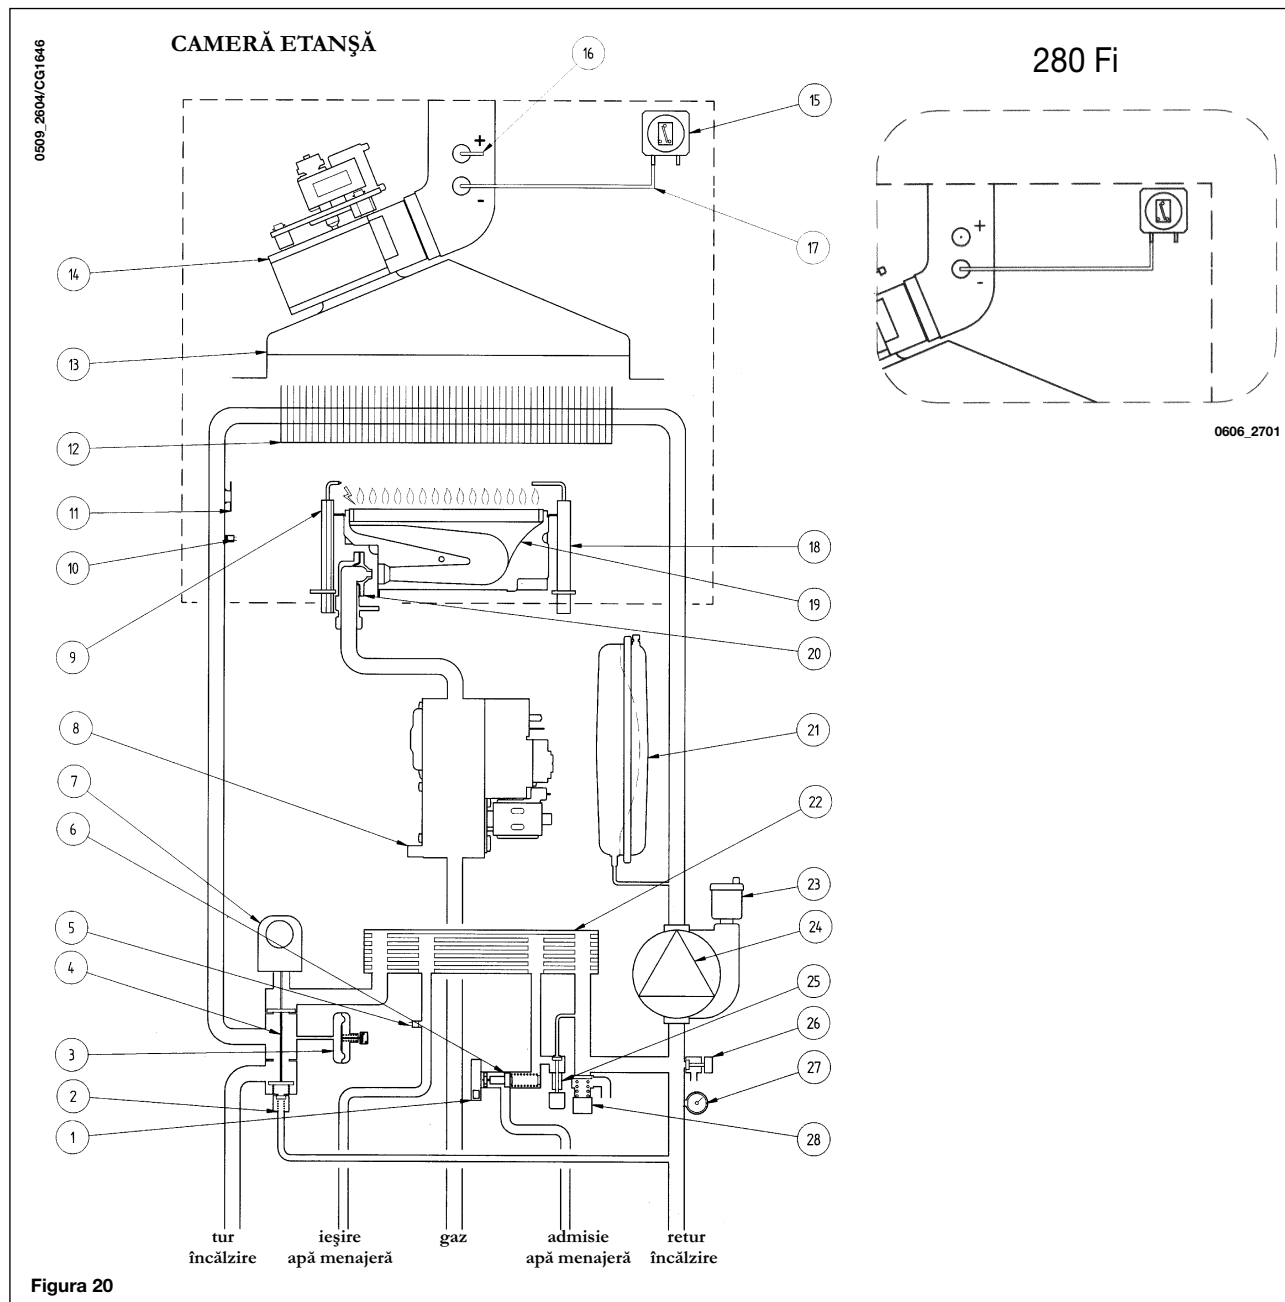

Figura 20
- conexiune venturi - presostat întreruptă (16-17 figura 20)centrala rămâne în așteptare indicând codul de eroare E03 (a se vedea tabelul de la paragraful 10).
Electrodul de detectare (18 - figura 20), aflat în partea dreaptă a arzătorului, garantează siguranța în cazul lipsei de gaz sau în caz de aprindere incompletă a arzătorului. În aceste condiții, centrala se blochează după 3 încercări. Este necesară rotirea selectorul din figura 2 în poziția (R), pentru cel puțin 2 secunde, pentru a restabili condițiile normale de funcționare.
Acest dispozitiv (28 - figura 20), calibrat la 3 bari, deservește circuitul de încălzire.